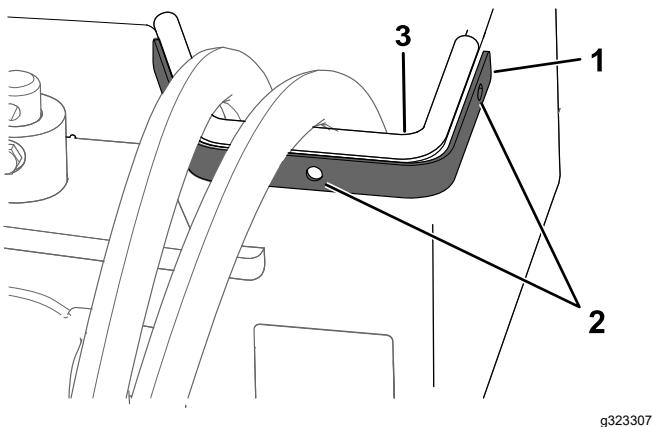

Figura 6
1. Bullone – 5/16" x 1 1/4" (2) 2. Copertura idraulica esistente
2. Posizionate la staffa sinistra sulla parte inferiore delle saldature dell'asta di avvolgimento. Utilizzando la staffa come modello, marcate e praticate i fori (diametro di $\frac{1}{4}$ ") nel telaio (Figura 6).